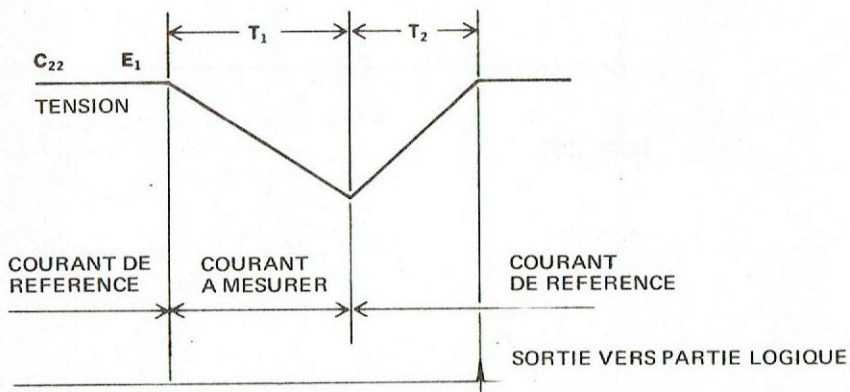

Figure 4-7 FORMES D'ONDE ET SYNCHRONISME DU CONVERTISSEUR A/N
4.32. Le détecteur de zéro est un comparateur dont l'impédance est très grande quand la tension aux bornes de C22 est inférieure au niveau E1. Quand cette tension s'élève au dessus du niveau E1, l'impédance du détecteur de zéro devient très faible, et celui-ci détourne à travers lui le courant de référence, maintenant donc la tension au niveau E1. Les circuits du détecteur de zéro signalent la faute à la partie logique quand la tension aux bornes de C22 commence à tomber en dessous de E1. Ils envoient également une impulsion aux circuits logiques quand la tension est remontée au niveau E1. La figure 4-7. montre le synchronisme et la forme des ondes.